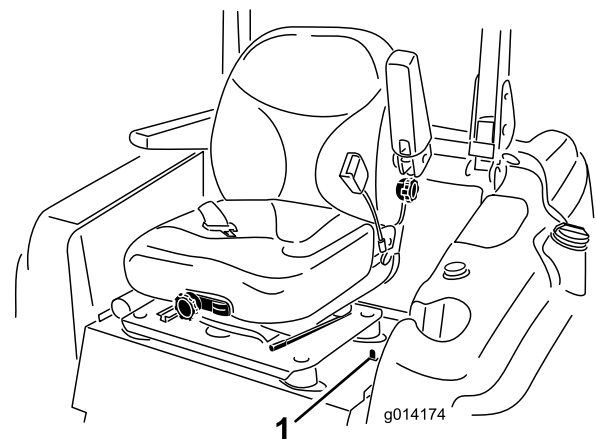

Figure 32
1. Déplacez le verrou du siège, situé sur le côté gauche du siège, vers l'arrière pour déverrouiller le siège et tirez le haut du siège en avant (Figure 32).